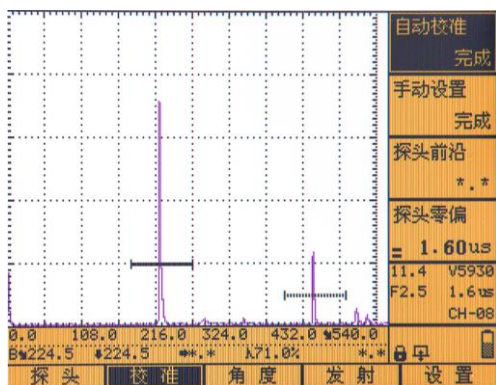

图 3.1
- 4) 通过【F2】键，选择“校准”主菜单，按【向下】键，选择“手动设置”子菜单，如图 3.1 所示，单击旋轮开始手动设置，按照提示依次输入声速和零偏。